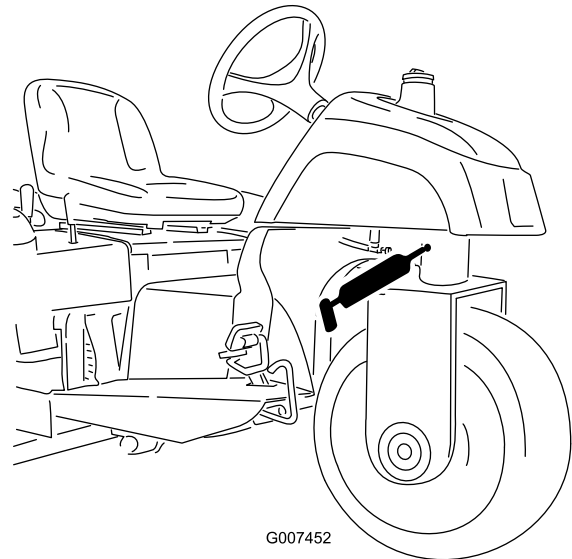

Figura 23
- Pivote de dirección (Figura 23)
Nota: El acoplamiento engrasado del pivote de dirección (Figura 23) requiere el uso de un adaptador de boquilla en la pistola de engrasar. Solicite la Pieza Toro N° 107-1998 a su Distribuidor Autorizado Toro.